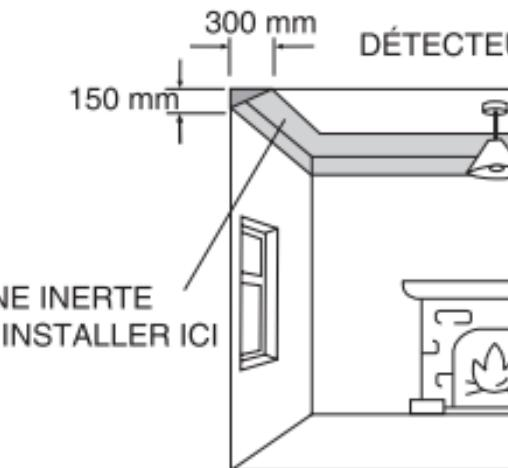

Figure 1: Installation dans une pièce avec chauffage brûlant du combustible
1. Installation d'un détecteur de CO dans une pièce comprenant un appareil de chauffage brûlant du combustible (voir Figure 1):